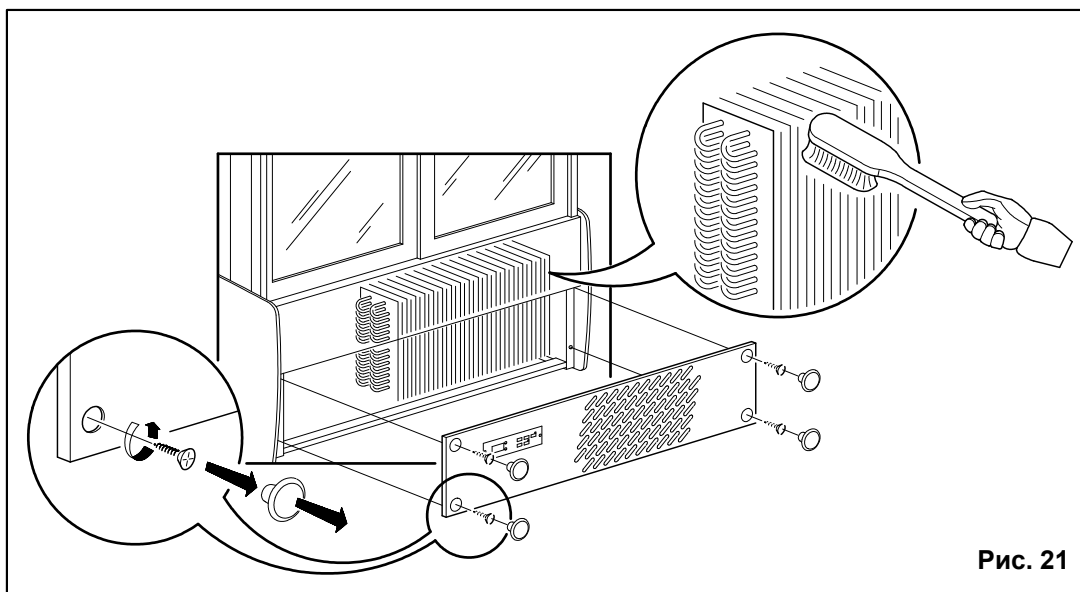

Рис. 21
- Снимите заднюю предохранительную решетку (**Рис.21**)